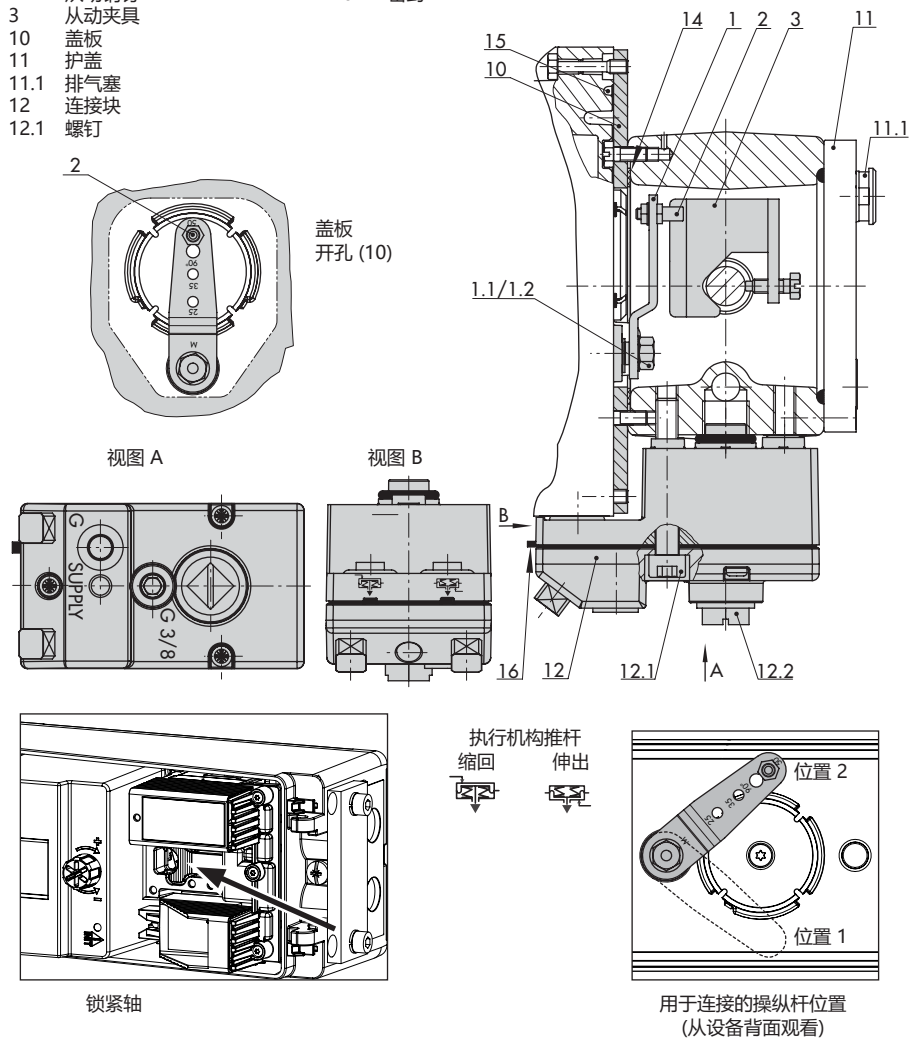

图5-16: 直接连接至 3277 型执行机构 (175 至 750 cm²)
在将定位器安装到阀门上时，要锁紧定位器轴，请将一把一字螺丝刀插入限位开关总成的沟槽并将轴固定在位置 2 (请参见图 5-16)。
- 请参见图5-16
1. 将从动夹具 (3) 放置在执行机构推杆上，对齐并拧紧，使安装螺钉落入执行机构推杆的凹槽中。
2. 安装盖板 (10)，使开孔的窄侧指向信号压力连接方向。确保胶合式平垫片 (14) 指向执行机构支架。
3. 检查 M 操纵杆 (1) 上从动销钉 (2) 的销钉位置。参阅行程表了解连接类型。如果需要，请更改销钉位置 (请参见第 5.2.1 章)。
4. 将模制密封件 (15) 插入定位器外壳的沟槽。
5. 逆时针转动操纵杆，直至可感受到弹簧力 (位置 1)。将操纵杆继续进一步转至位置 2 (请参见图5-16，右下)。
6. 按下轴锁 (请参见图5-16, 左下) 以将操纵杆固定在位置 2。
7. 将定位器放置在盖板上, 使从动销钉 (2) 位于从动夹具 (3) 的顶部。操纵杆 (1) 必须位于加有弹簧力的从动夹具上方。
9. 按下已准备好的定位器的轴锁 (请参见图 5-16，左下) 并将操纵杆固定在位置 2。
10. 在放置定位器时确保从动销钉 (2) 停靠在从动夹具 (3) 的顶部。操纵杆 (1) 必须停靠在加有弹簧力的从动夹具上。